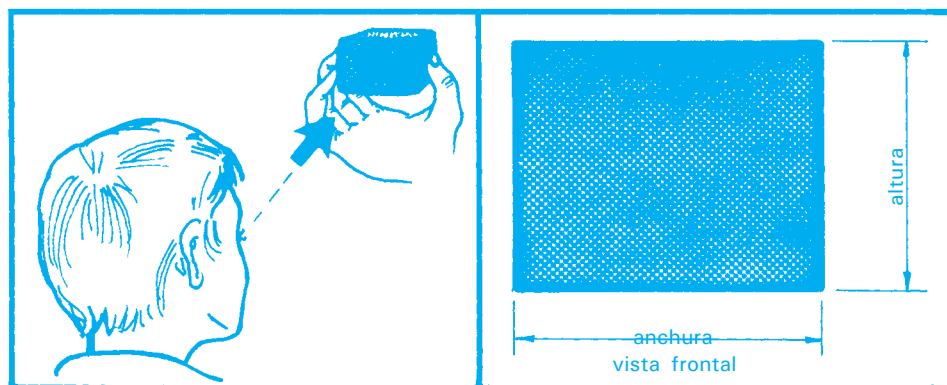

Figura 4 Dibujo y dimensionado en una vista
1. Dibuja primero la vista que se obtiene cuando observas el artículo de frente. Considera esta, como la vista frontal, en ella tienes las dimensiones anchura y altura (figura 4).